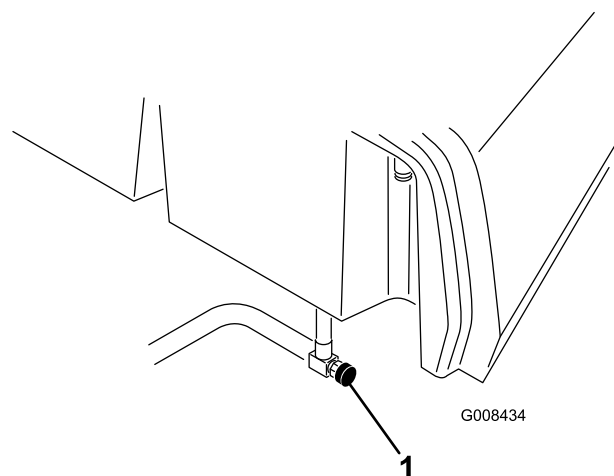

Figura 39
1. Feche a válvula de corte de combustível (Figura 39) por baixo do depósito de combustível.